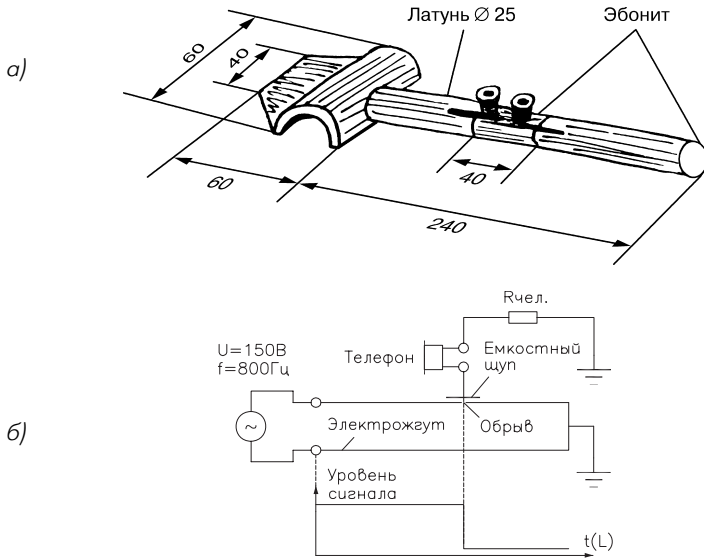

Рис. 1.26. Внешний вид емкостного щупа (а) и принцип работы прибора (б)
*Первый прибор* прост по конструкции и позволяет с высокой точностью (в пределах 1–2 см) без нарушения изоляции провода определять место обрыва в электрожгуте. Он включает генератор, вырабатывающий напряжение синусоидальной формы, и приемное устройство (рис. 1.26), состоящее из емкостного щупа (емкостного искателя).